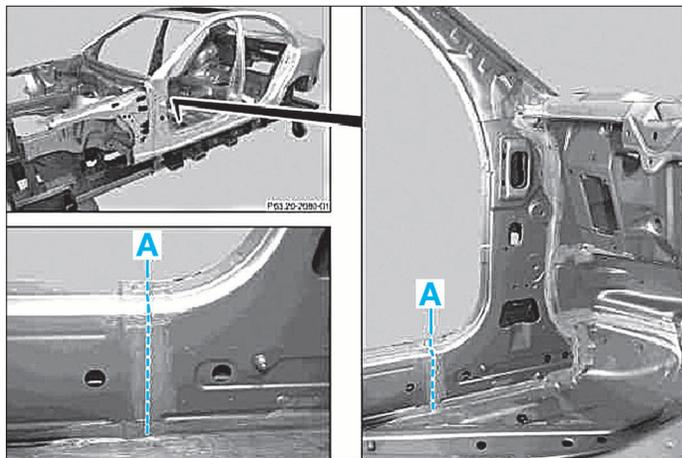

FIG. 26
- Tracer la ligne de coupe (A) (Fig.26).